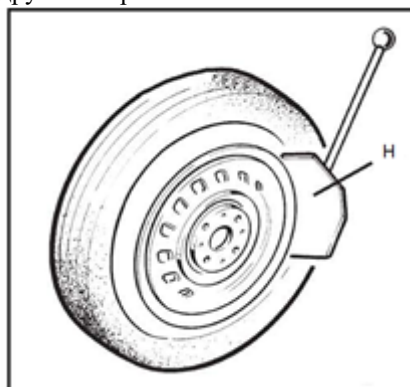

Рис.7
- При нажатии на педаль (14), монтажная головка (6) возвращается в исходное положение.
- Когда кнопка управления ручным клапаном (16) находится в положении 2, шестигранный вал (4) перемещается вниз до тех пор, пока не упрется в край обода.
- Когда кнопка управления ручным клапаном (16) находится в положении 1, шестигранный вал (4) и поворотная консоль (5) блокируются. В процессе блокировки монтажная головка может отходить от обода на 2 мм как в вертикальном, так и в горизонтальном направлениях. (см. рис. 7).